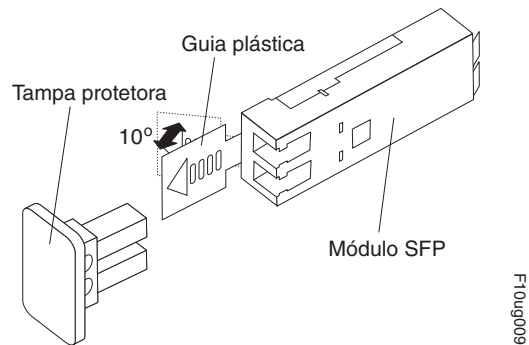

Figura 121. Destravando a Trava do Módulo SFP - Variedade Plástica
- Para módulos SFP que contêm guias de plástico, destrave a trava do módulo SFP puxando a guia de plástico 10° para fora, conforme mostrado na Figura 121 na página 209.